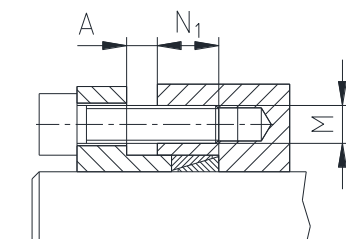

Fig 8: Respecter la cote A
- Respecter la cote A (voir Fig 8, 9 et 10).
- Serrer les vis uniformément, par étapes, en croix au couple de serrage T_A du Tableau 2. L'opération doit être répétée jusqu'à ce que le couple de serrage soit atteint pour toutes les vis. Vérifier la cote A (voir Fig 8 et 9).